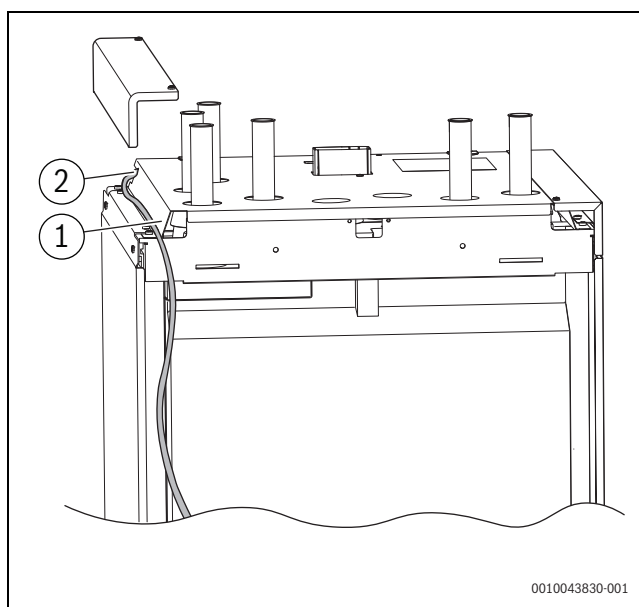

Fig. 27 Chemin de câbles dans l'appareil
- Fixer les câbles dans les supports de câbles (→ figure 27, pos. [1]) de la face arrière du boîtier électronique et faire passer dans les passe-câbles.